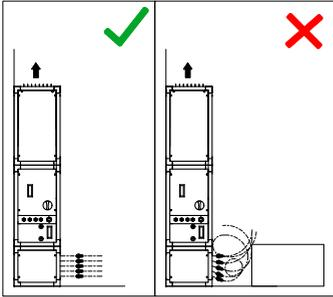

FIG.1
- Facilite la entrada de aire al equipo, dejando un mínimo de 30 cm. entre la rejilla de aspiración y cualquier objeto o pared (Fig.1).